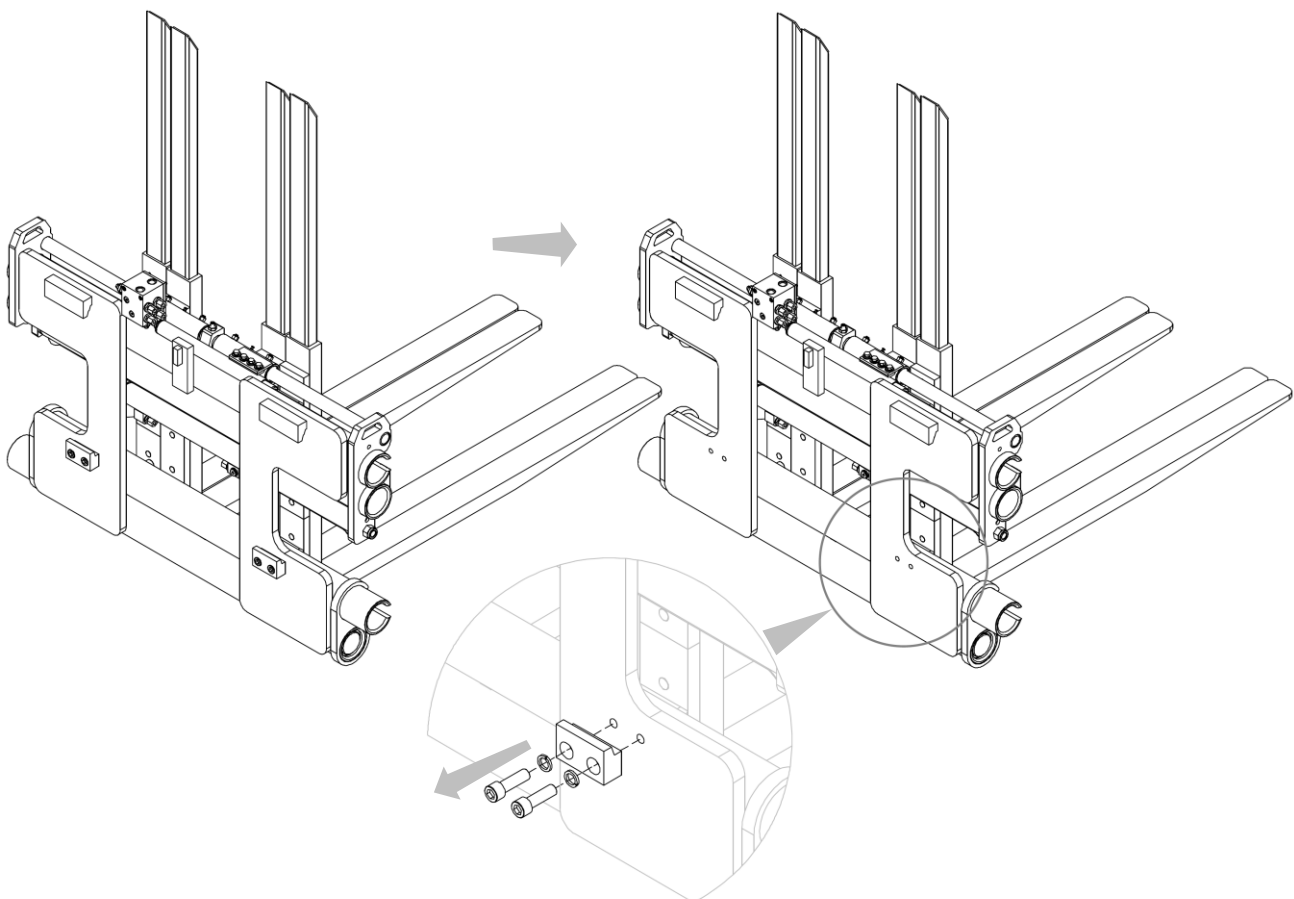

Abbildung 8
4. Nehmen Sie die Innenbacken vom Gerät ab (siehe *Abbildung 8*).
2. Nehmen Sie die unteren Backen vom Rahmen (siehe *Abbildung 4 und Abbildung 8* auf Seite *12 und 15*).